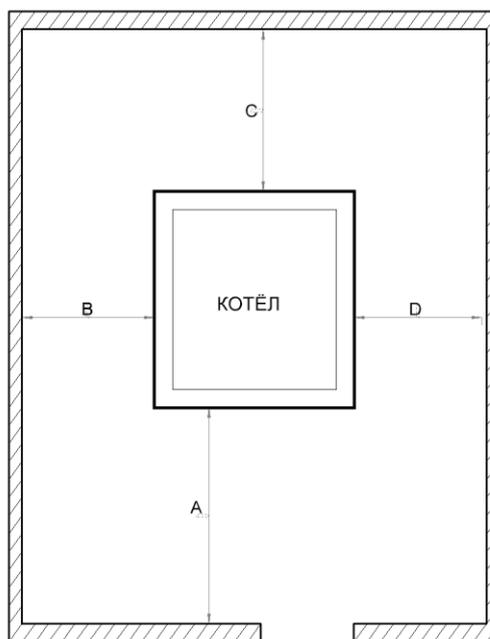

Рисунок 5 – Расположение котла в котельной
3. При монтаже котла необходимо соблюдать расстояния до других объектов для удобства дальнейшего обслуживания котла (рисунок 5);